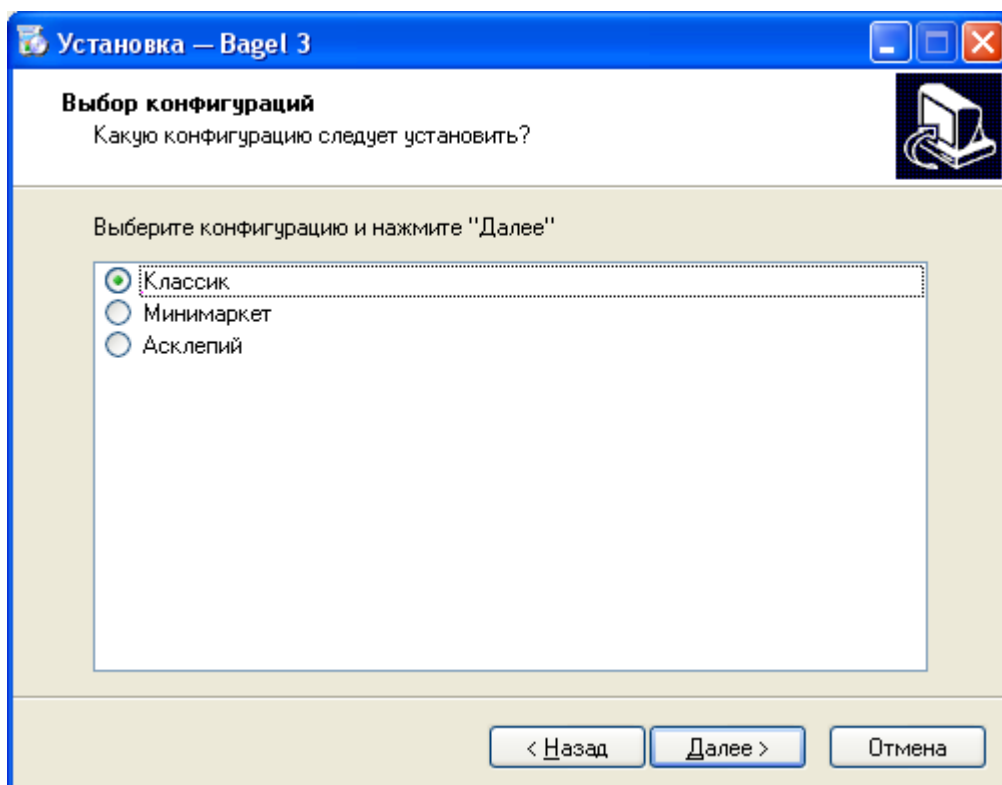

Рис. 1.2
- Укажите одну из пользовательских конфигураций Classic, Minimarket, Asklepiy (рис.1.2)